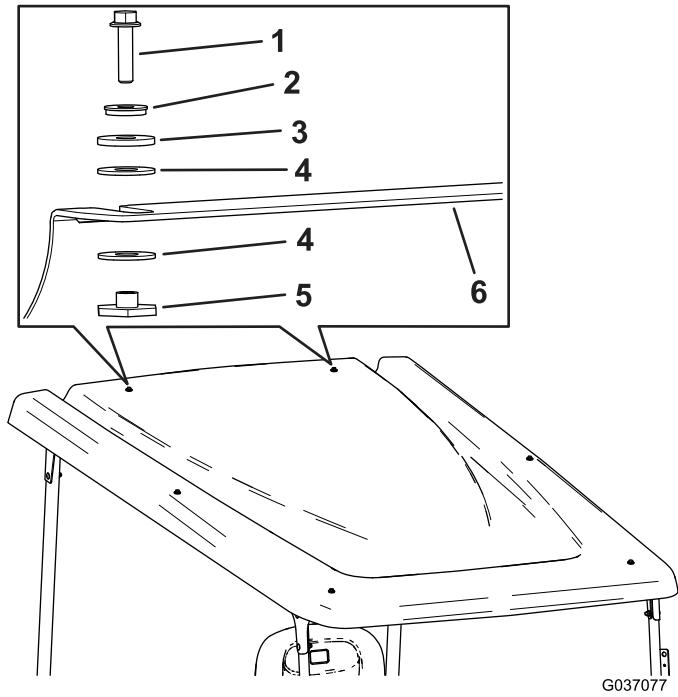

Рисунок 16
17. Установите солнцезащитный навес на заднюю поперечину при помощи двух болтов с шестигранными фланцевыми головками (1/4 x 1 дюйм), двух уплотнительных шайб, двух фрикционных шайб, 4 пластмассовых шайб и двух фланцевых втулок (Рисунок 16).